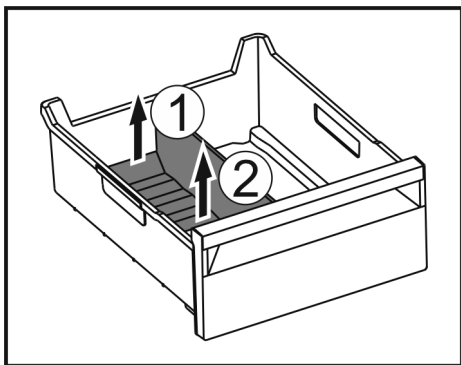

Fig. 70
- ▶ Повдигнете задната част на разделителя на отделението за лед. Fig. 70 (1)
- ▶ Извадете разделителя на отделението за лед нагоре. Fig. 70 (2)